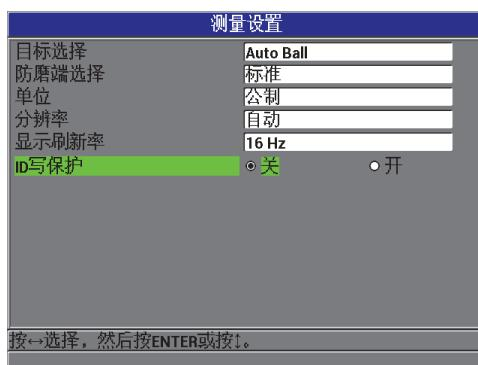

图 6-1 测量设置屏幕
- 在仪器显示测量屏幕时，按 [**设置菜单**] 键，然后选择**测量**，显示**测量设置**屏幕（参见第 95 页的图 6-1）。